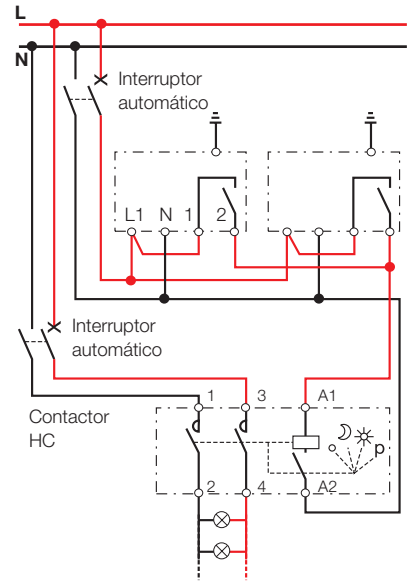

Fig. J10-298: esquema de conexonado de varios detectores de movimiento CDM o CE30.
- Esquema de la Fig. J10-298 de la página siguiente. Varios CDM o CE30, conectados en paralelo, permiten controlar todo el alumbrado de una instalación y comandarlo por medio de contactores CT.